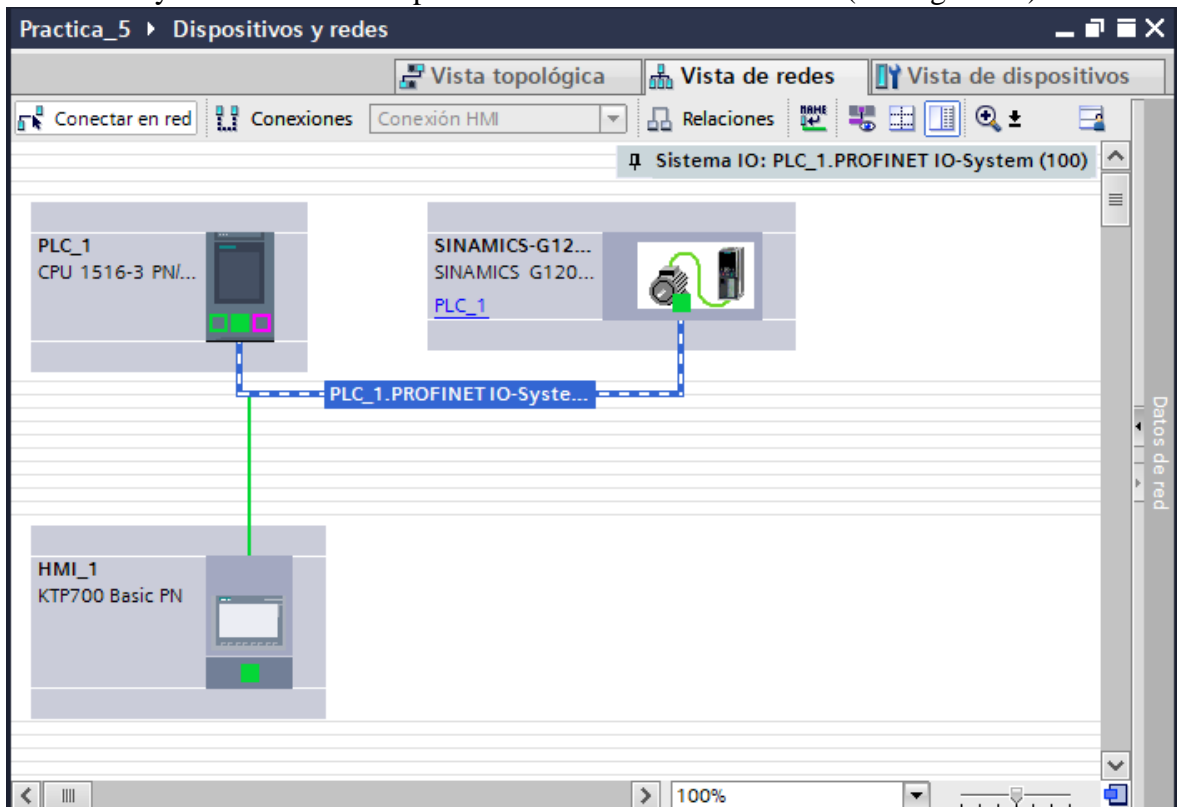

Figura 19. Configuración de la red Profinet
9. Luego se procede a configurar la red Profinet para ello se debe dar clic sobre el puerto Profinet del Variador G120 y arrástralo hacia el puerto Profinet del PLC S7-1500 (ver Figura 19).